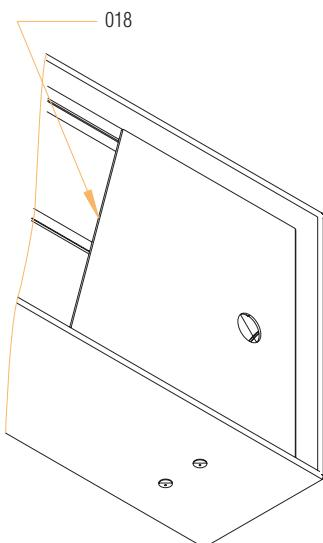

рис. 5
- Если поверхность установки неровная, то рекомендуется использовать винты для установки конвектора по уровню (комплектующая 019). После установки конвектора в нужное положение на требуемую высоту, зафиксируйте его винтами (рис. 1). Рекомендуется использовать тепловую и звуковую изоляцию при установке конвектора в бетон. Конвектор может быть поставлен с тепловой изоляцией (комплектующая 017 - эластолпан s=5мм). Если корпус конвектора размещен непосредственно на бетонной поверхности, то убедитесь, что нагрузка равномерно распределена на всю поверхность, чтобы не было увеличения уровня шума (только для принудительной конвекции). При установке напольного конвектора в бетонные полы, необходимо вставить распорки, чтобы предупредить деформацию корпуса (рис. 2). Для предупреждения деформации и загрязнения решетки, извлеките ее перед монтажом и установите защитное покрытие (комплектующая 018 (рис. 5). Распорки поставляются отдельно от конвектора. Защитная крышка защищает от грязи, но не выполняет функцию распорок. Удалите покрытие и распорки, когда конвектор готов к эксплуатации. Удаление конденсата предусмотрено через патрубок диаметром 16 мм в нижней части поддона внутри корпуса. Дренажный трубопровод, подсоединяемый к патрубку, пропускают через отверстия в торцевой или продольной стенке корпуса (рис. 3).